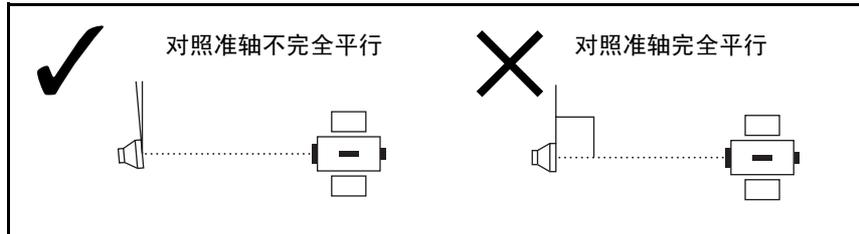

图 2.2 让棱镜有一个角度
- 进行短距离测量时，稍微将棱镜倾斜，使 EDM 能够忽略棱镜表面不必要的反射。请看图 2.2。